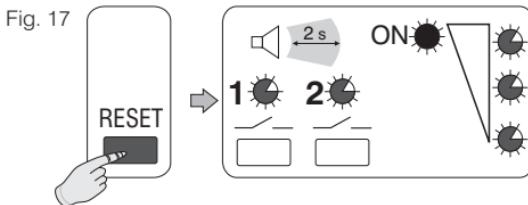

Fig. 17
- Presionar brevemente la **tecla "RESET"**: al soltarla todos los **LED** se encienden y se oye una señal acústica; el **LED ON** permanece encendido (fig. 17).